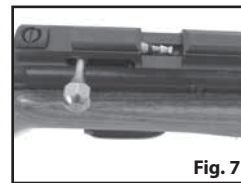

Fig. 7
- Åbn boltens ved at trække boltens håndtag hele vejen tilbage (Fig. 7).